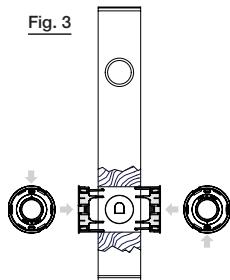

Fig. 3
3. Applicare i due supporti in plastica delle placche ad incasso nella loro sede $\varnothing 48$ (Fig. 2). I supporti vanno inseriti contrapposti e ruotati di 180° tra loro (Fig. 3) in modo che le rispettive alette dentate si aggancino vicendevolmente, sino ad arrivare in battuta su entrambi i lati della porta, adattandosi così automaticamente allo spessore del pannello.